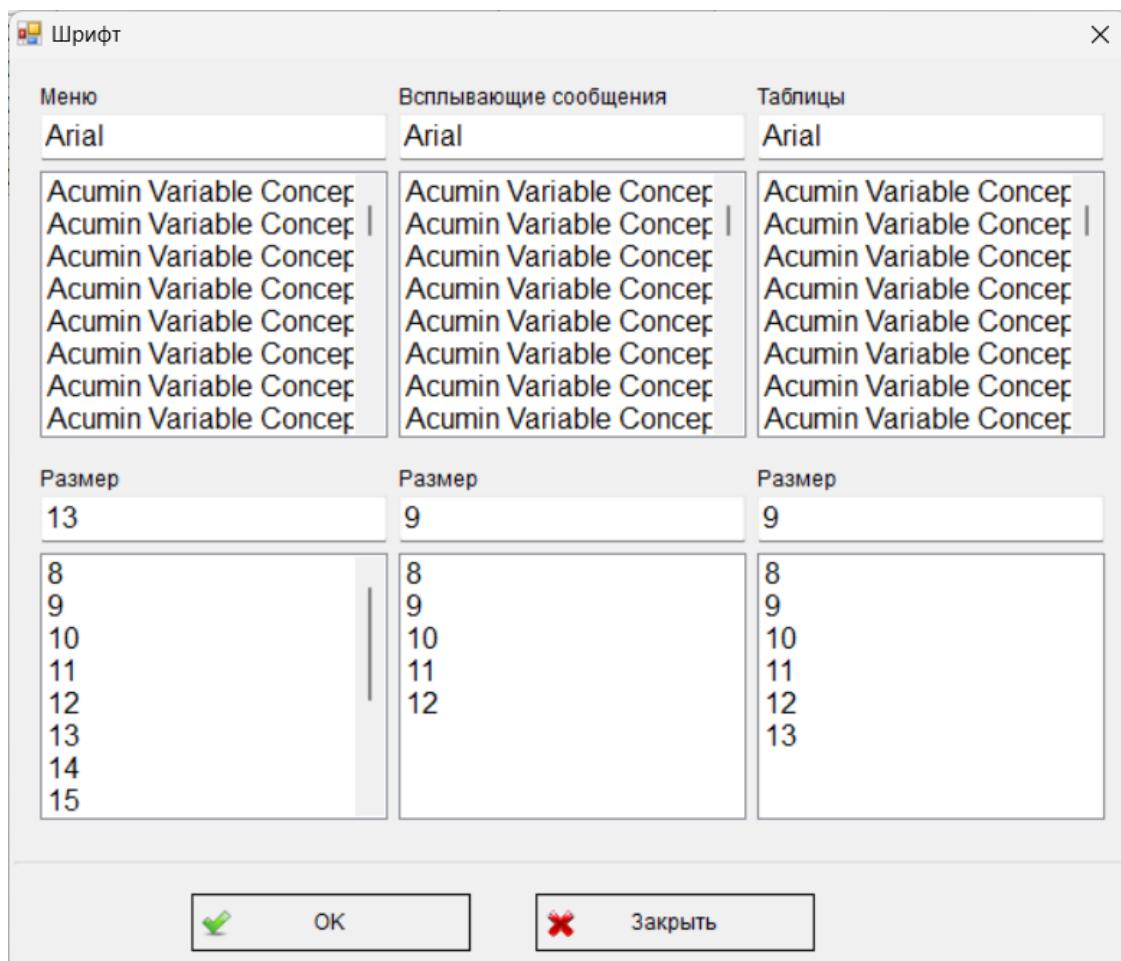

Рисунок 13 – Шрифт
– Шрифт. Открывает окно настройки шрифтов программы (рисунок 13) После выбора и изменения шрифта и его размера, нажать Сохранить.